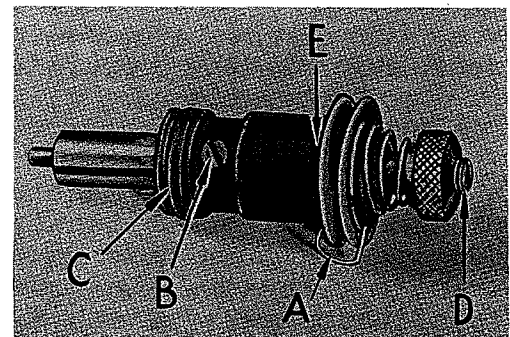
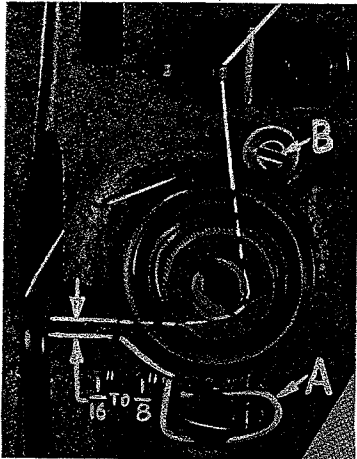
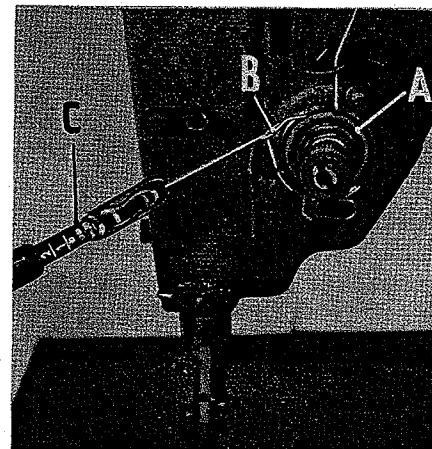

Fig. 17
Fig. 18
Fig. 18A
Pruébese la tensión del resorte verificador (A, Fig. 17). Deberá haber suficiente tensión para asegurar un buen retorno cuando se empuja y se suelta el resorte. Si hubiera que ajustarlo, aflójese el tornillo de sujeción en la cabeza, situado debajo del brazo y a la derecha del conjunto tensor, y quítese éste. Aflójese parcialmente el tornillo de sujeción (B) del poste tensor en el receptáculo de éste (C). Gírese el poste tensor (D) hacia la izquierda hasta que el resorte verificador se mueva lejos de la parada superior (C) y hágase presión sobre él. Gírese el poste tensor (D) hacia la derecha hasta que el resorte vuelva a tocar la parada superior (E). Después sígase en la misma dirección hasta obtener la tensión deseada. Cuando está ajustado debidamente, el tornillo de sujeción (B) del poste tensor deberá subirse pero sin gran esfuerzo. Otro ajuste de la tensión del resorte verificador puede hacerse insertando un destornillador en el extremo ranurado del poste tensor (D) y girándolo en la dirección requerida.
La posición dentro y fuera del conjunto tensor es correcta cuando los discos tensores están en línea con el ojete (B, Fig. 18) del resorte verificador. Ajustese el tornillo de parada (B, Fig. 18) de manera que el reborde del conjunto tensor descansa sobre el tornillo de parada y se mantenga en esta posición. Aflojese el tornillo de sujeción del conjunto tensor.
Compruébese el ajuste del conjunto tensor (A, Fig. 18A). Compruébese el resorte tensor. Deberá haber suficiente tensión para asegurar el buen retorno cuando el resorte (B, Fig. 18A) está deprimido y suelto. La tensión del resorte verificador se ajusta a aproximadamente 1 a 1-1/4 onzas (28 a 35 gr.) midiéndolo en una balanza postal (C, Fig. 18A). Esta medición se hace cuando el resorte verificador está a 1/32 a 1/16" (0,79 a 1,6 mm) desde la parada. El tornillo de sujeción del poste tensor (B, Fig. 17) deberá subirse pero no apretarse mucho. El pasador del regulador de tensión deberá moverse libremente en el poste tensor (D, Fig. 17). El ojete del resorte verificador (X, Fig. 18), situado debajo de los discos tensores, deberán ajustarse a la altura correcta, como sigue:
deberá ajustarse a  $1/16$  a  $1/8$ " (1,6 a 3, 18 mm) debajo de la línea del hilo (Fig. 18). Cerciórese de que el ojete sea ajustado cerca de los discos tensores de modo que el resorte verificador pase libremente sobre él sin obstáculo alguno. Después de hacer este ajuste, procédase a ensartar la máquina de acuerdo con el diagrama de ensartado (Fig. 2).